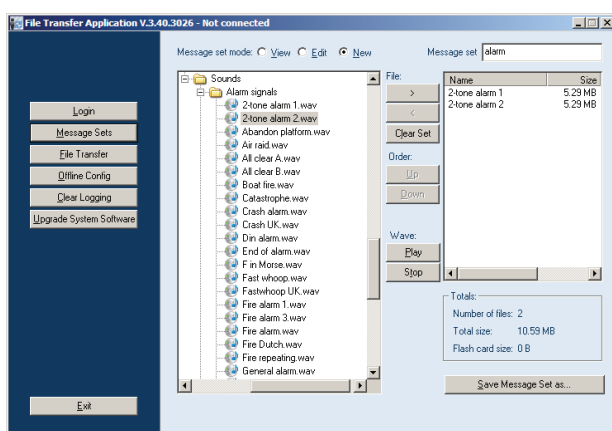

Abb. 44.9: Erstellen eines Durchsagensatzes
- 2 Klicken Sie in der *File Transfer Application*-Anwendung auf die Schaltfläche *Message Sets* (Durchsagensätze). Es erscheint ein Bildschirm, der dem in Abb. 44.9 ähnelt.